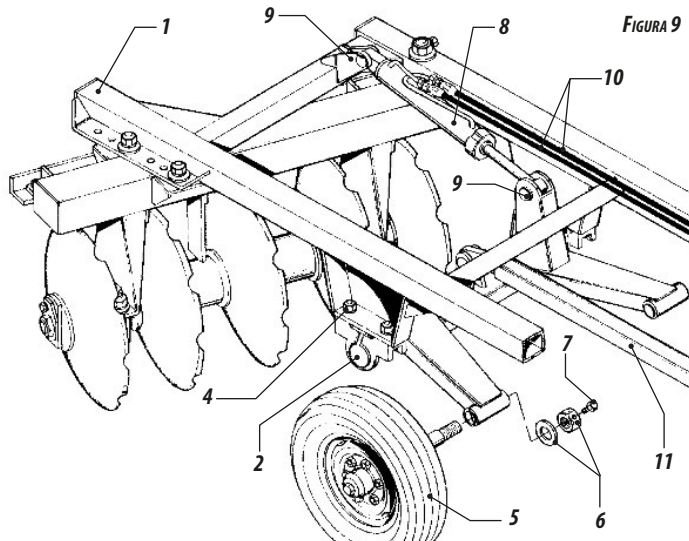

FIGURA 9
- Acoplar los cubos (mazas) ítem 2, **figura 9**, en el eje de articulación de las llantas (3), fijar el cubo en el cuerpo principal (1) con los tornillos (4). Introducir la rueda completa (5) en el eje de articulación (3), poner la arandela de apoyo, la tuerca (6) trabando con el tornillo (7).
- Poner el cilindro hidráulico de articulación ítem 8 con los pernos (9), acoplar las mangueras (10).
- Colocar la barra transversal (11) en el eje de articulación con el perno (12).